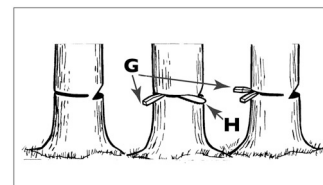

Fig. 10C
1. Gebruik houten of kunststof wiggen (G) om te voorkomen dat het zaagblad of de ketting (H) in de snede ingeklemd raakt. Met wiggen kunt u bovendien het vellen sturen (Fig. 10C).